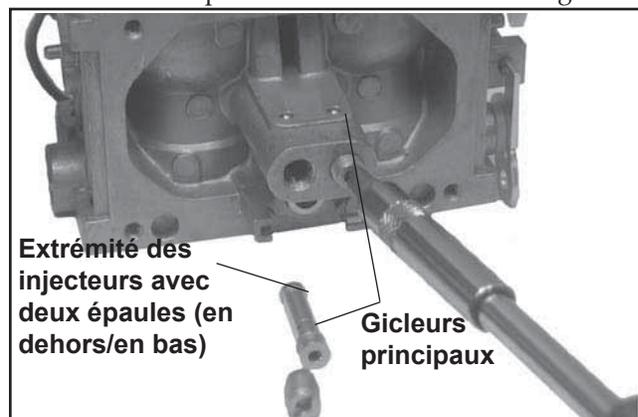

Figure 5-27. Installations des injecteurs et des gicleurs principaux.
8. Installer les deux injecteurs du maximum dans les tours du corps du carburateur. L'extrémité des deux injecteurs du maximum ayant les deux épaules surélevées devrait être en dehors/en bas (près des gicleurs principaux). S'assurer que les injecteurs sont complètement sur le fond. Installer soigneusement les deux gicleurs principaux dans les tours du corps du carburateur sur le bon côté, identifié en phase d'enlèvement. Voir la Figure 5-27.